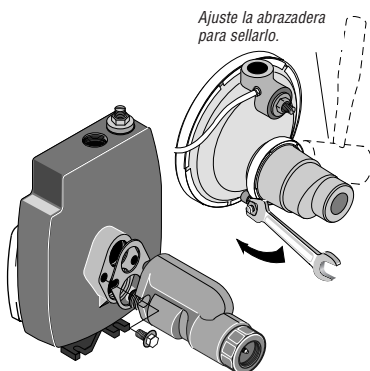

Figura 4: Monte el Ejector - Pozo Poco Profundo
3. Instale el kit de eyector FP4875 o el kit FP4855 (los kits se venden por separado). Siga las instrucciones que vienen incluidas en el kit. Asegúrese de alinear el venturi con el orificio superior en la parte frontal de la bomba (vea la Figura 4).
2. Instale el kit de eyector FP4875 o el kit FP4855 (los kits se venden por separado). Siga las instrucciones que vienen incluidas en el kit. Asegúrese de alinear el venturi con el orificio superior en la parte frontal de la bomba (Vea la Figura 4).